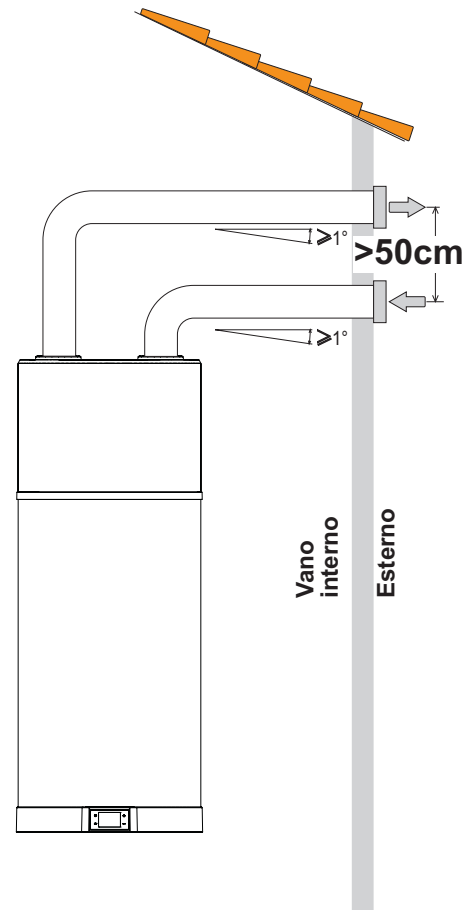

afb. 31 - Muurmontage
- Haak de ketel met de juiste bevestigingsbeugel (afb. 31).